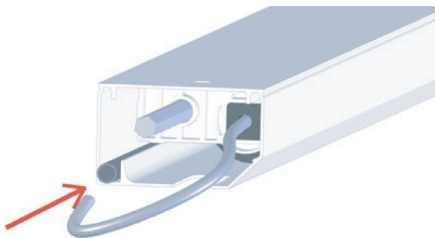

Fig. 25
- passare il cavo elettrico nell'apposito tubo in PVC (vedere immagine Fig. 25).